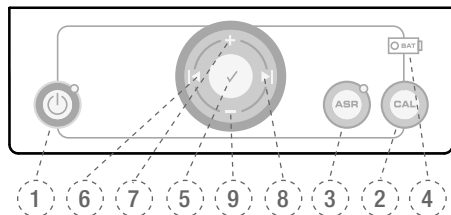

Fig. 4 Panel de teclado
- para operar el micromotor, también existe la posibilidad de pulsar y mantener presionada la tecla **CONFIRMAR** ✓ (5), Fig. 4 durante 1,5 segundos. El micromotor puede ser detenido pulsando una tecla cualquiera o el pedal. Cuando se pulsa la tecla **CONFIRMAR** ✓, el micromotor se detiene automáticamente después de 5 minutos sin uso para conservar la carga de la batería.
Pulse la tecla **ON/OFF** para desconectar el aparato. El LED de la batería (4), Fig. 4 no se encenderá, a menos que la batería se esté cargando.
- Mantenga presionada la tecla **CAL** (2), Fig. 4.